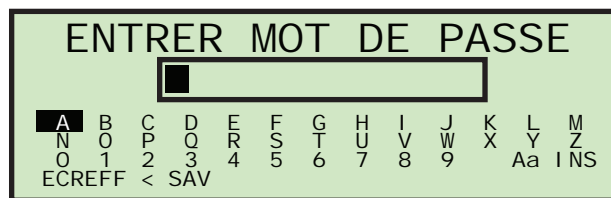

FIGURE 13 : Écran de saisie du mot de passe
- 4 Utilisez les touches flèches pour surligner un opérateur et appuyez sur le bouton **Enter** pour choisir l'opérateur. Si un mot de passe est demandé pour l'opérateur sélectionné, l'écran **ENTRER MOT DE PASSE** s'affichera ensuite (voir Figure 13). Si aucun mot de passe n'est demandé, allez directement à l'étape 6.